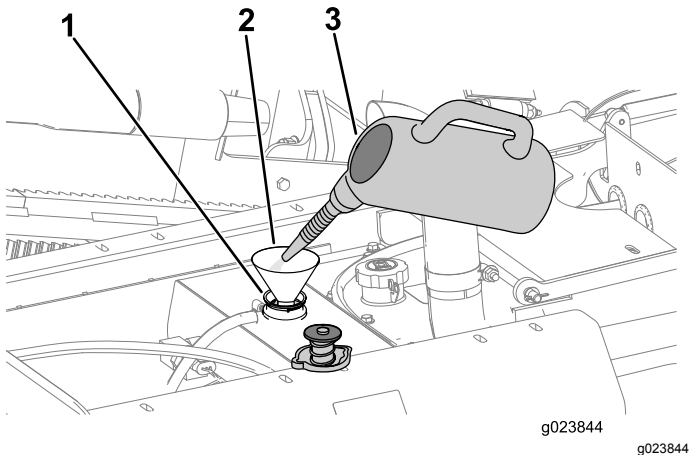

Bild 112
- B. Füllen Sie Reinigungslösung für die Kühlanlage durch den Füllstutzen in den Kühler ein (Bild 112).